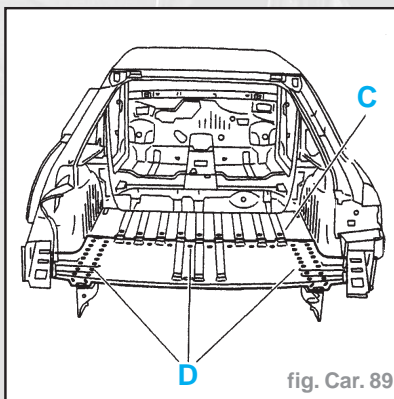

fig. Car. 89
- Poser le plancher arrière par recouvrement (fig. Car. 89).